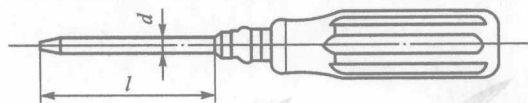

图 1-1-4 十字形螺丝刀
(2) 十字形螺丝刀按旋杆与旋柄的装配方式,分为普通式(用 P 表示)和穿心式(用 C 表示)两种。按旋杆的强度分为 A 级和 B 级两个等级。十字形螺丝刀如图 1-1-4 所示。